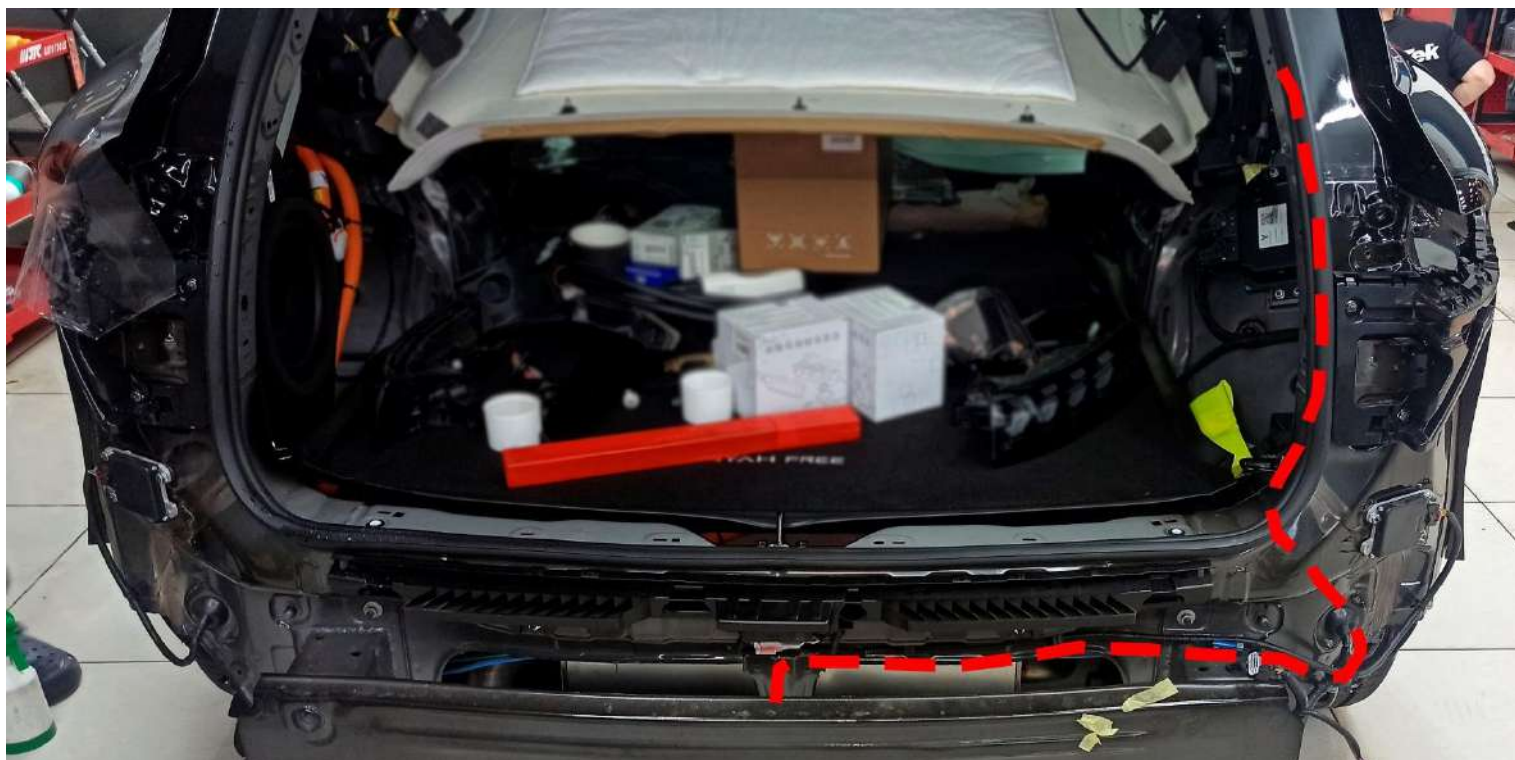

Рисунок 3
- проложить шланг к месту подключения к омывателю заднего стекла вдоль жгутов штатной электропроводки (рис.3);